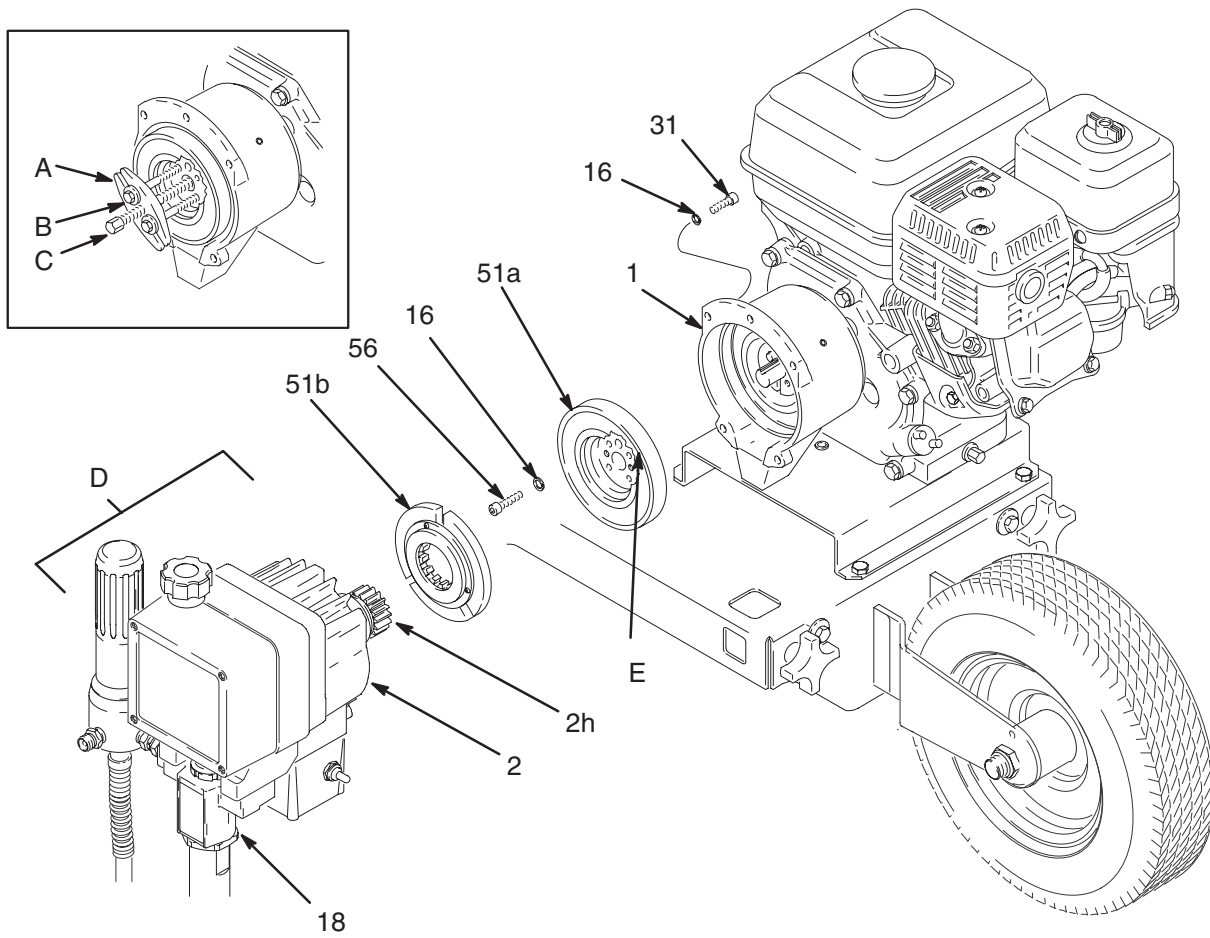

Fig. 17
NOTA: Para realizar esta operación, consulte la Fig. 17.
- a. Retire los cuatro tornillos de cabeza hueca (56) y sus arandelas de seguridad (16). Instale dos de ellos en los orificios roscados (E) del rotor. Apriete alternativamente los tornillos, hasta que salga el rotor. Vea la Fig. 17.
- b. Se puede utilizar un extractor de volante de dirección estándar (A), pero también hacen falta dos tornillos (B) de 1/4–28 x 3 o 10 cm de longitud. Cambie los tornillos cortos del extractor del volante de dirección por dos más largos (B). Enrosque los tornillos (B) en los orificios roscados (E) del rotor (51a). Apriete los tornillos de cabeza (C) de la herramienta hasta extraer el rotor. Vea el detalle en la Fig. 17.